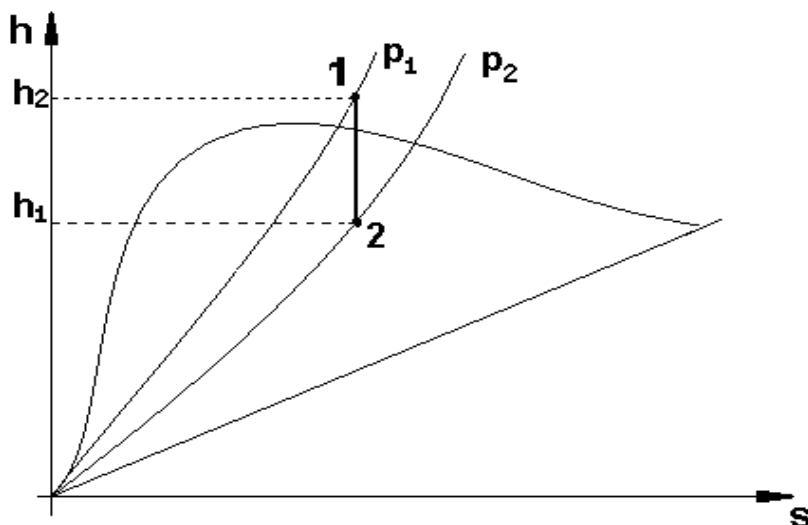

Рисунок 12 – Изображение адиабатного процесса на hs-диаграмме
**Адиабатный процесс** ( $dq=0$ ). На рис. 12 представлен адиабатный процесс, протекающий без участия тепла, т. е. и без изменения энтропии.